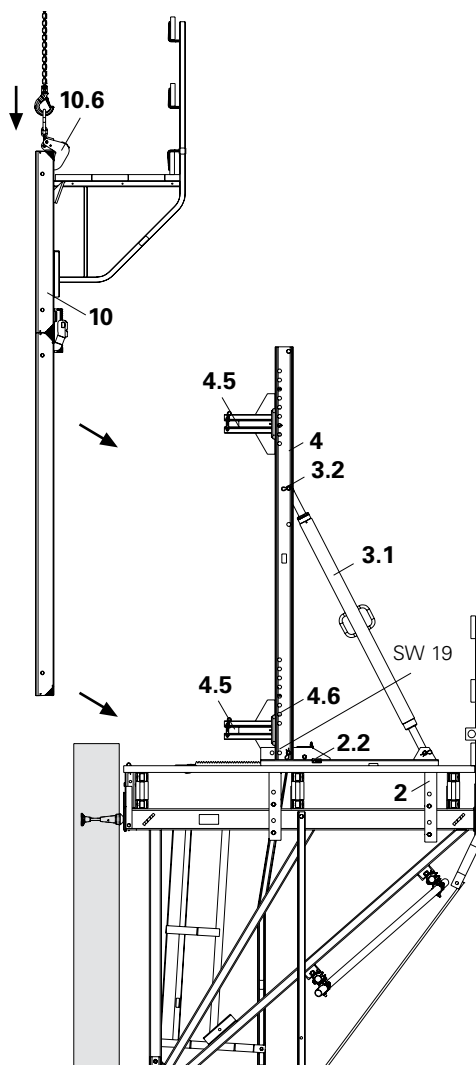

Fig. B2.21
1. Arretrare il carrello (2) e bloccarlo con il cuneo (2.2), v. B4.1.
2. Fissare gli adattatori CB (4.5) con perno $\varnothing 25 \times 180$ e inserto a molla (4.6) al corrente verticale CB (4).
3. Fissare al carrello (2) il corrente verticale (4) con perno $\varnothing 25 \times 180$ e inserto a molla (4.6).
4. Fissare al corrente verticale il puntone di stabilizzazione (3.1) con perno $\varnothing 25 \times 180$ e inserto a molla (3.2) e puntellare lateralmente il corrente verticale. (Fig. B2.21)